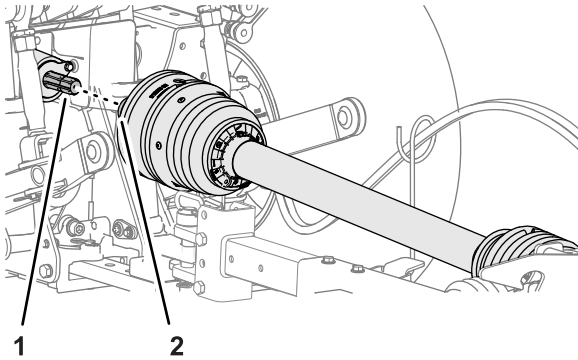

Figura 30
1. Alinee el acoplamiento rápido del árbol de transmisión de la TDF con el árbol de salida de la TDF (Figura 30).